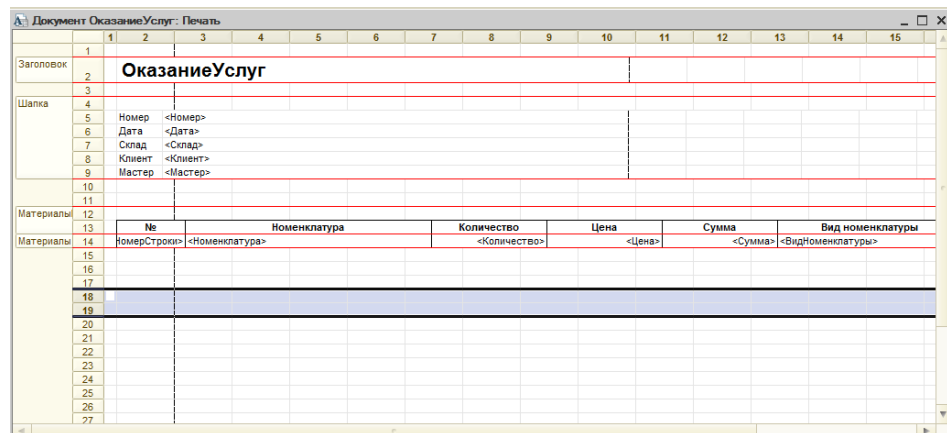

Рисунок 101 Работа с макетом
- Выделите две пустые строки под табличной частью, например 18 и 19 (рис. 101).